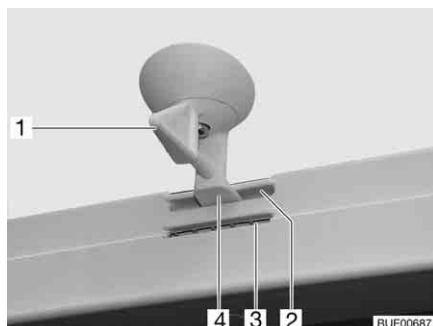
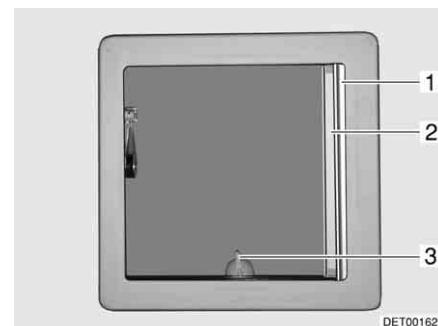

Fig. 43 Oblò inclinabile, bloccaggio
Fig. 44 Oblò inclinabile
- Ruotare la leva (Fig. 43,1 o Fig. 44,3) di un quarto di giro.
- Girare la leva di un quarto di giro. Il bloccaggio (Fig. 43,4) deve entrare nella feritoia inferiore (Fig. 43,3).
- Girare la leva di un quarto di giro. Il bloccaggio (Fig. 43,4) deve entrare nella feritoia superiore (Fig. 43,2).
- Tirare la tendina oscurante pieghevole (Fig. 44,1) fino alla posizione desiderata e rilasciare. La tendina oscurante pieghevole rimane in questa posizione.
- Estrarre la zanzariera a rullo (Fig. 44,2) fino a quando non scatta il blocaggio dalla parte opposta.